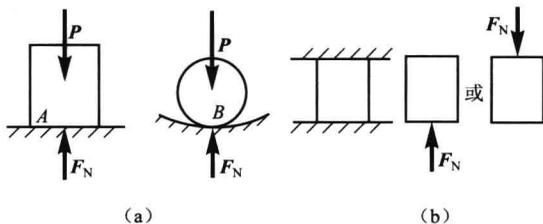

图 1-8
(2) 光滑面约束有单面(单向)、双面(双向)约束之分(图 1-8(a)、(b))。光滑支承面只能单一地阻止物体向下运动(图 1-8(a)),称为**单面约束**。若物块放在光滑水平槽中(图 1-8(b)),槽面能限制物块两个方向的运动,称为**双面约束**。由于间隙的存在,在一种受力状